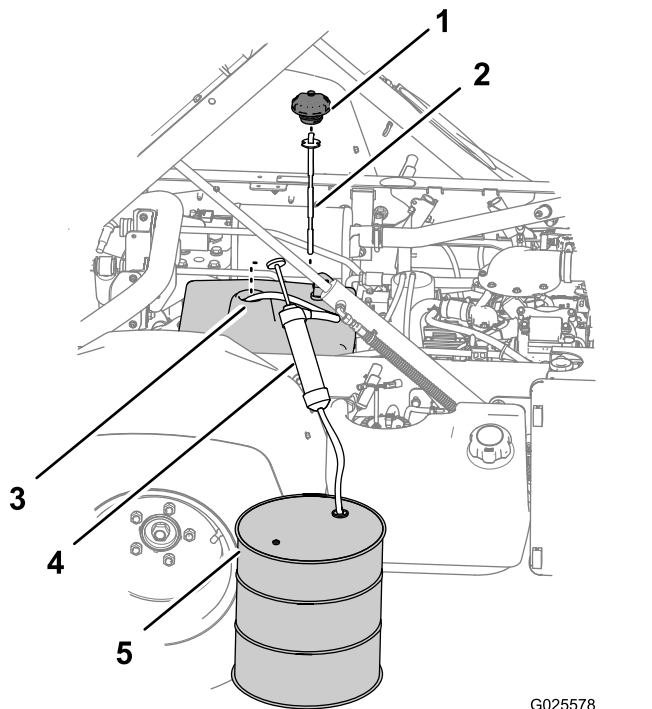

Bild 82
- Entfernen Sie den Deckel bzw. Peilstab vom Füllstutzen des Hydraulikbehälters (Bild 82).
- Verlegen Sie den Ansaugschlauch des Absauggeräts durch den Füllstutzen des Hydraulikbehälters zur Unterseite des Behälters (Bild 82).
- Stecken Sie den Auslaufschlauch des Absauggeräts in einen Auffangbehälter (Bild 82), der ein Fassungsvermögen von 11,4 l hat; Fassungsvermögen für Nicht-TC-Modelle und für Nicht-TC-Modelle mit der Hochflusshydraulik oder TC-Modell sollte 18,9 l sein.
- Entfernen Sie das Absauggerät vom Hydraulikbehälter (Bild 82).
- Füllen Sie 7,5 l (für Nicht-TC-Modell) oder 15,1 l (Nicht-TC-Modell mit Hochflusshydraulik (Option) oder TC-Modell) der angegebenen Hydraulikölsorte in den Hydraulikbehälter (Bild 82).
- Setzen Sie den Peilstab ein und den Deckel auf den Füllstutzen des Hydraulikbehälters (Bild 82).